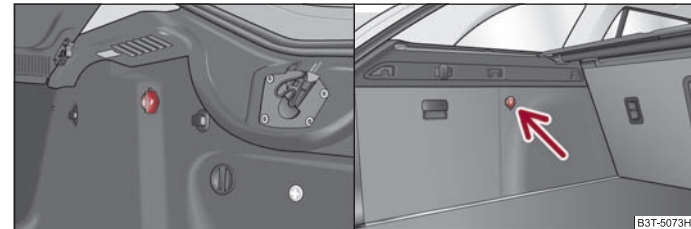

Abb. 102 Gepäckraum: Steckdose / Gepäckraum: Steckdose (Combi)
- Öffnen Sie die Steckdosenabdeckung ⇒ Abb. 102.